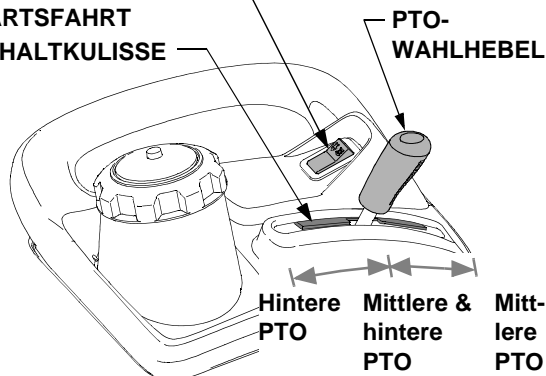

Abbildung 19
- Den PTO-Wahlhebel nach hinten ziehen, um die hintere PTO zu wählen. Die hintere PTO wird verwendet, um Anbaugeräte anzutreiben, die für eine Eingangsrehzahl von 540 U/min ausgelegt sind. Siehe Abbildung 19.
- Den PTO-Hebel nach vorne schieben, um den mittleren PTO einzuschalten. Die mittlere PTO wird verwendet, um Anbaugeräte anzutreiben, die für eine Eingangsrehzahl von 2000 U/min ausgelegt sind. Siehe Abbildung 19.
- Den PTO-Hebel in die mittlere Position bewegen, um die mittlere und die hintere PTO zusammen auszuwählen. Die mittlere und die hintere PTO laufen gleichzeitig, wenn sich der PTO-Schalter in dieser Stellung befindet. Siehe Abbildung 19.
Mit dem Schalter PTO-Betrieb für Rückwärtsfahrt, der sich auf dem linken Schmutzfänger befindet, ist es möglich, auch während des Rückwärtsfahrens mit der PTO zu arbeiten. Siehe Abbildung 19.